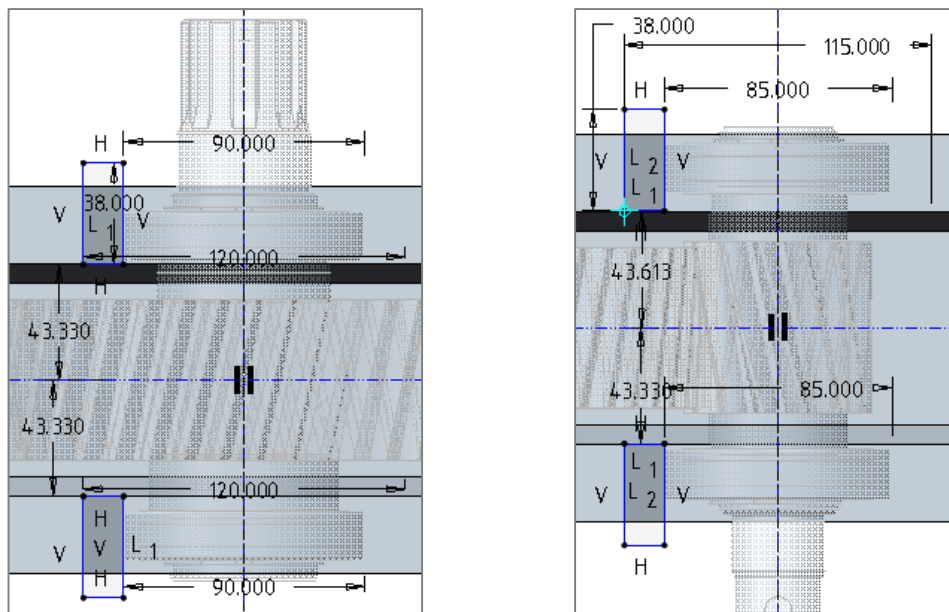

Abb. 2 Skizzen Drehen Lagersitze: links Abtriebs-, rechts Antriebsstrang
- Drehen ► Skizzenebene: E_TEILUNG ► Referenzen: E_ANTRIEB, E_ABTRIEB, E_ZRSTUFE ► Rotationsachse in E_ANTRIEB bzw. E_ABTRIEB ► Skizze siehe Abb. 2